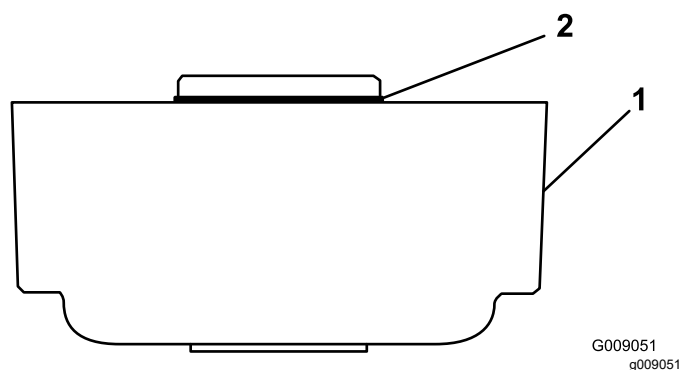

**Рисунок 4**
- Отверните два болта, крепящих противовес с левой стороны режущего блока. Снимите противовес (**Рисунок 4**).
- Используя метчик 3/8-16, удалите краску из наружных монтажных отверстий в боковой пластине (**Рисунок 4**).